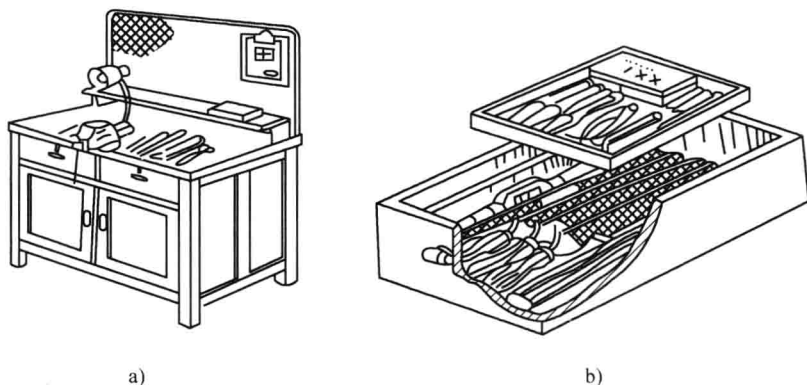

图 1-3 工量具放置
5) 工、量具的安放,应按下列要求布置(图1-3):①在钳台上工作时,为了取用方便,右手取用的工、量具放在右边,左手取用的工、量具放在左边,各自排列整齐,且不能使其伸到钳台边以外;②量具不能与工具或工件混放在一起,应放在量具盒内或待用格架上;③常用的工、量具,要放在工作位置附近;④工、量具收藏时要整齐地放入工具箱内,不应任意堆放,以防损坏和取用不便。